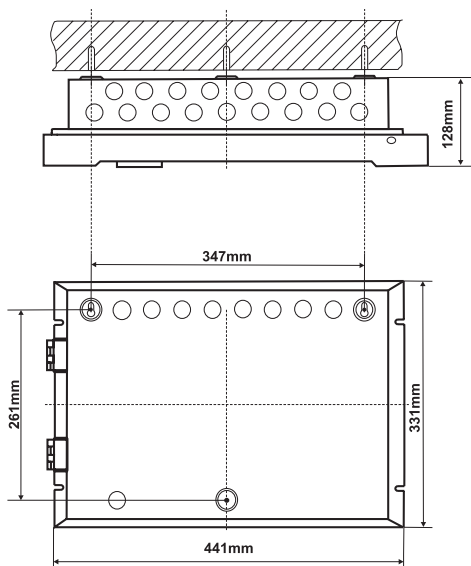

Figure 5.
- Percez les orifices de 6 mm – 8 mm de Ø dans le mur, puis fixez le boîtier en utilisant les ancrages et les vis fournis (positions 2 et 4, page 31) (voir la figure 5).